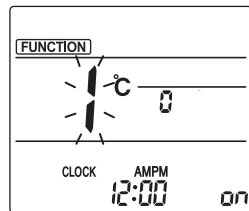

Fig. 1
① Gå til tilstanden for indstilling af den manuelle ventilatorvinge. Tryk på [MENU]-knappen. (Start denne funktion, mens fjernbetjeningens display er slukket). "FUNCTION" lyser, og "1" blinker. (Fig. 1)